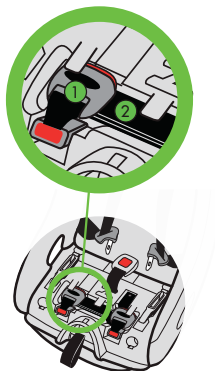

Figure 138
Insérez les ajusteurs du DUA (1) dans les renforcements carrés se trouvant derrière les connecteurs DUA, repliez l'excédent de la ceinture d'ancrage inférieure DUA (2) et insérez-le sous l'onglet entre les ajusteurs, tel qu'illustré dans la **Figure 138**.